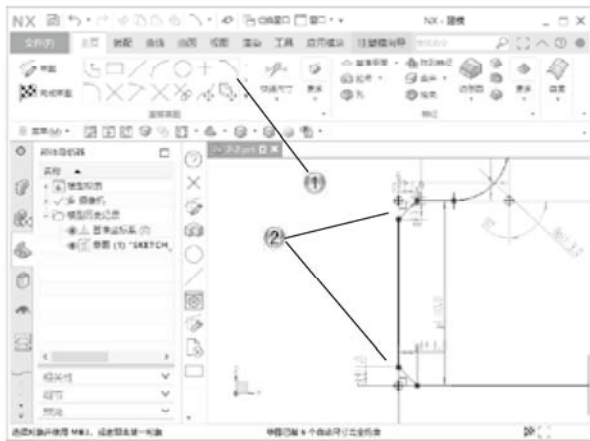

图 2-60
- ① 单击【主页】选项卡中的【倒斜角】按钮，如图 2-60 所示。
- ② 在绘图区中，创建距离为 1 的对称斜角。